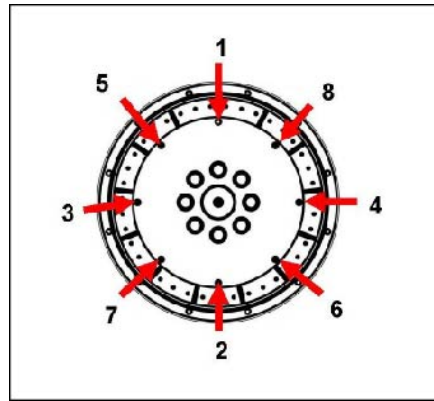

图 22. 固定顺序
10. 拧紧螺栓以将耦合盘固定到飞轮上，如 图 22 在第 xx 页 35 所示。